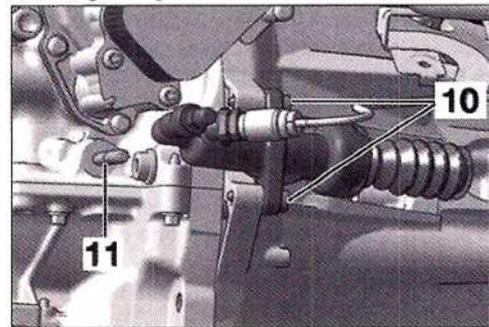

FIG. 4
- Desmontar las fijaciones (8) y los tornillos de fijación (9).
- Desmontar los tornillos (10) del receptor de embrague (Fig.4).